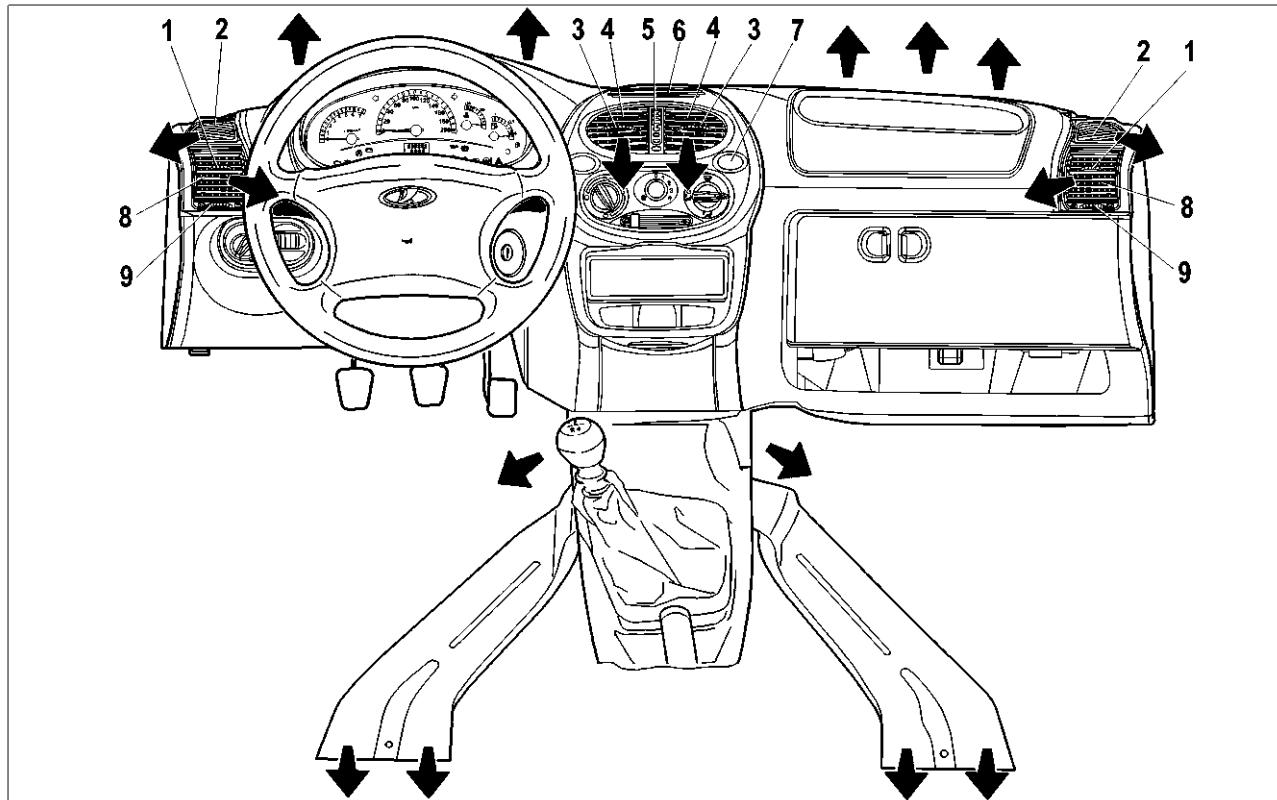

Рис. 37. Органы управления вентиляцией
Рычагами 9 и 5 (рис. 37) привода заслонок регулируется интенсивность подачи воздуха через боковые 8 и центральные 4 сопла путем изменения положения заслонок вплоть до полного их закрытия. А **рычагами 1 и 3** направляющих лопаток боковых и центральных сопел меняется направление воздушного потока.
– **сопла 4 и 8** (см. рис. 37) открыть, повернув соответственно рычаг 5 на центральном сопле вниз, а рычаг 9 вправо на левом боковом сопле и влево на правом боковом сопле;